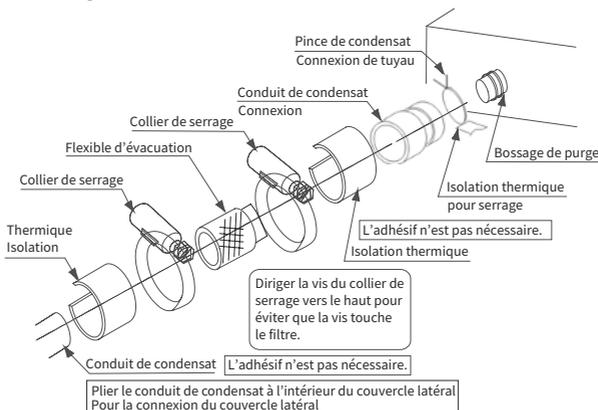

Fig.6.1 Raccordement de la tuyauterie de vidange
(2) Les travaux de tuyauterie devraient être effectués sous l'unité. Ouvrez la grille d'entrée d'air comme le montre la Fig.6.1 de la section 1 et retirez le capot latéral comme le montre la Fig.3.2 avant les travaux de tuyauterie.
(1) Pour La Connexion Du Côté Droit
- (c) Serrer la vis du collier de serrage du tuyau afin de maintenir le tuyau autour du raccord de vidange sans aucune fuite d'eau de vidange, comme le montre la Fig. 6.1.
- (d) Isoler le tuyau de vidange autour du collier de serrage du tuyau pour éviter toute condensation, comme le montre la Fig. 6.1.